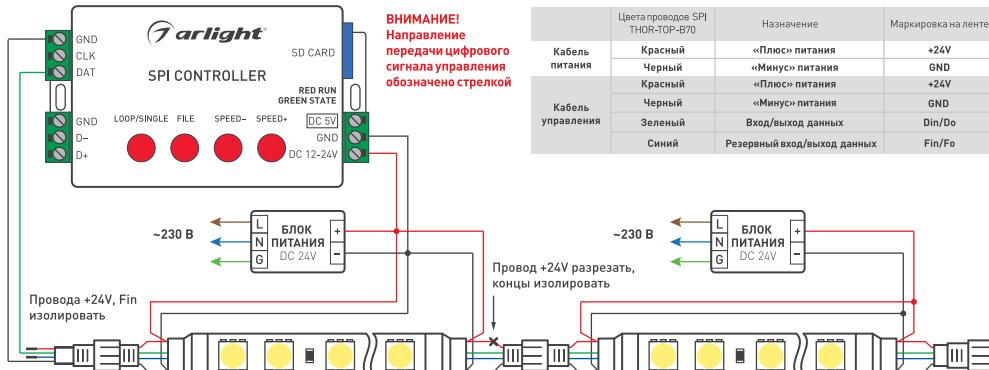

Рис. 1. Схема подключения ленты с использованием SPI-контроллера с одним выходным портом и с использованием раздельных блоков питания
- ↗ Подключите ленту в соответствии со схемой [рис. 1]. Соблюдайте полярность подключения и направление передачи сигнала (вход/выход). Обращайте внимание на маркировку, нанесенную на печатную плату, и на цвета соединительных проводов.